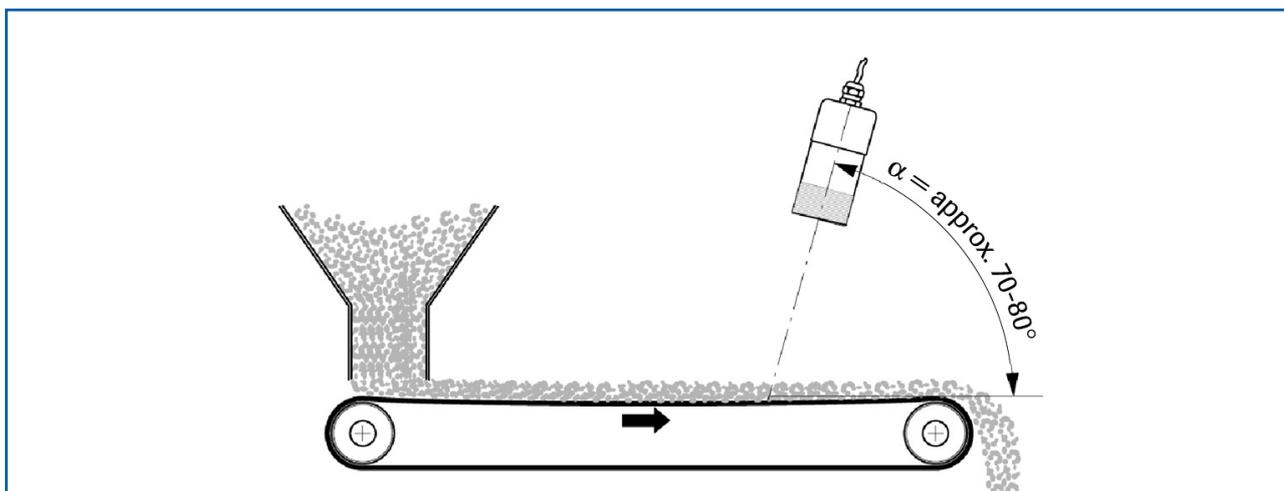

Fig. 7 : Installation sur tapis ou aéroglissière
Si le FlowJam S est installé directement au-dessus d'un convoyeur ou si le produit à détecter présente peu de relief, il convient de monter le capteur avec un angle de 70 - 80° ou moins (fig. 7).
- les propriétés du flux de produit (voir p. ex. fig. 7)